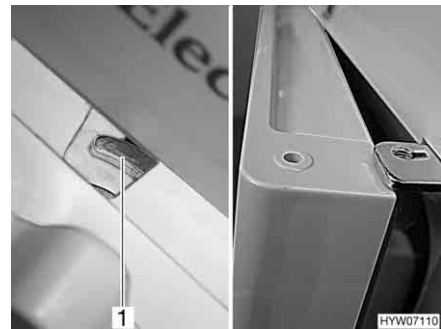

Bild 196 Kühlschranktür in Lüftungsstellung (Dometic 7er-Reihe)
- Verriegelung ganz nach rechts schieben. Die Kühlschranktür ist mit Hilfe der Türarretierung (Bild 196,1) fixiert. Die Kühlschranktür bleibt damit leicht geöffnet (Bild 196).